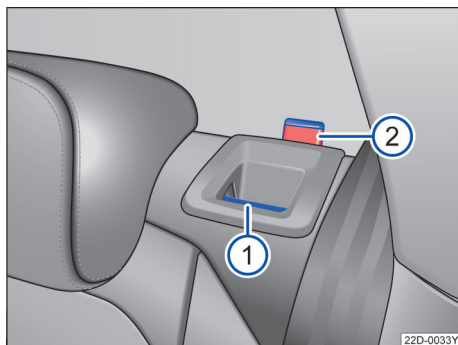

图 62 后排座椅靠背：分离按钮 ①；红色标记 ②
- 向前拉分离按钮→图 62 ①，同时前折靠背。
- 松开后排座椅靠背后应能看见按钮上的红色标记 ②。